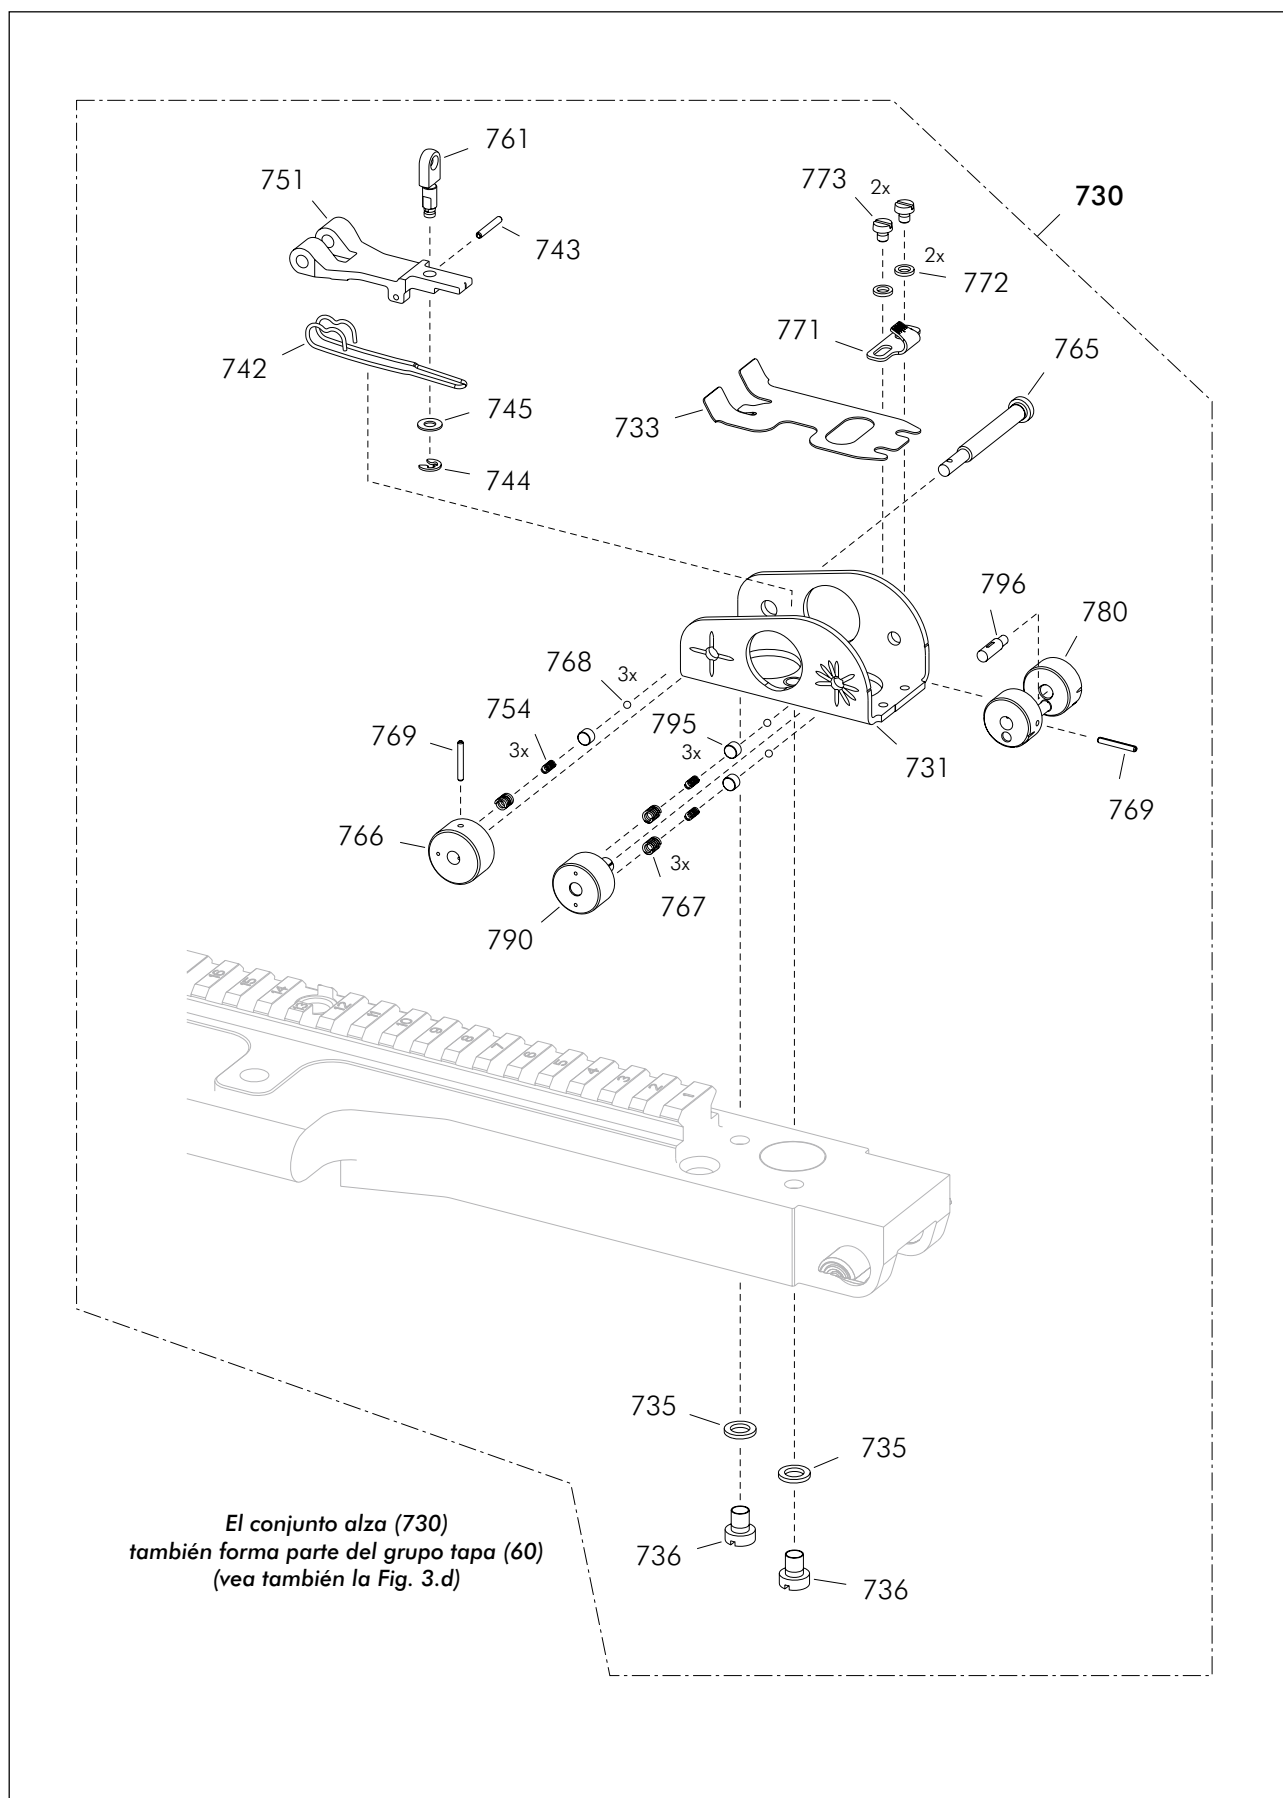

Fig. 3.e - Grupo alza [4]
**3.4. GRUPO ALZA [4] (Fig. 3.e)**